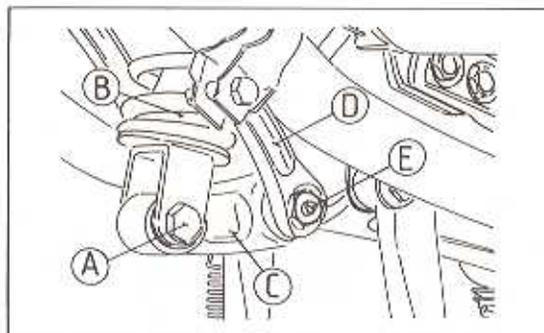

Bild 253
- Die untere Befestigung des Federbeins lösen. Den Bolzen entfernen (Bild 253).